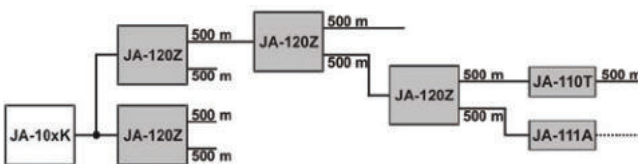

Abb. 2: 2 – Erweiterung der BUS-Länge um weitere 2x 500 m je JA-120Z-Einheit
- Erweiterung des BUS auf über 1x 500 m (JA-101K) oder 2x 500 m (JA-106K), siehe Abb. 2.
## Erweiterung des BUS (Abb. 2)